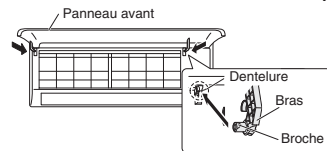

Fig. 3-87
- (1) Tout en alignant le bord supérieur de la grille avec le châssis, déplacer horizontalement la grille et insérer le haut et le bas dans le châssis.
- (2) Appuyer fermement sur la grille de la main afin de garantir qu'il n'y a pas d'espace entre le châssis et la grille.
- (3) Serrer les 6 vis. Et remettre les caches déposés en place.
- (4) Tenir les sections à proximité des bras du panneau avant des deux côtés et tenir le panneau avant de sorte qu'il soit presque horizontal. Pousser les axes du bras vers l'extérieur de sorte qu'ils entrent en contact avec le haut de la dentelure sur les côtés droit et gauche du climatiseur. Ensuite, pousser fermement jusqu'à ce que l'axe du bras s'enclenche en place. (Fig. 3-87)
- (5) Remettre en place le volet inférieur.